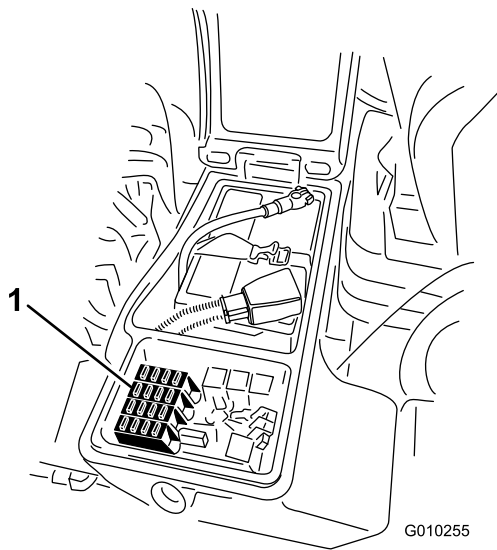

Bild 78
- Lösen Sie den Riegel für die Abdeckung des rechten Ablagekastens und heben Sie die Abdeckung (**Bild 77**) hoch, um an den Sicherungsblock zu gelangen (**Bild 78**).
- Wechseln Sie ggf. die offenen Sicherungen aus (**Bild 78**).